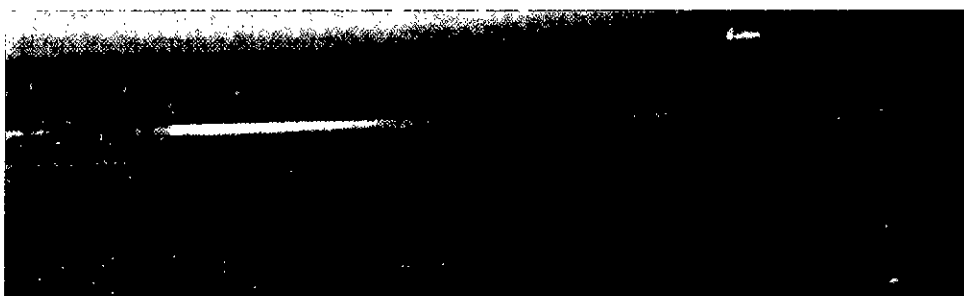

Figura 9: Flecha direccional para el flujo de aire
- d. Vuelva a instalar el filtro en la bandeja del filtro/ventilador prestando especial atención a la dirección del flujo de aire, la cual debería apuntar hacia arriba, en caso de que esté indicado en el filtro (Figura 9).